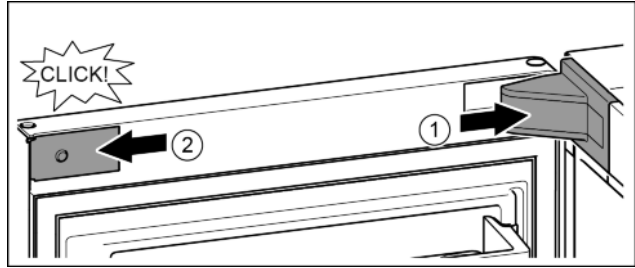

Fig. 24
- ▶ Lagerbockabdeckung aufsetzen und einrasten, ggf. vorsichtig auseinanderdrücken. *Fig. 24 (1)*
- ▶ Blende seitlich ansetzen und einrasten. *Fig. 24 (2)*